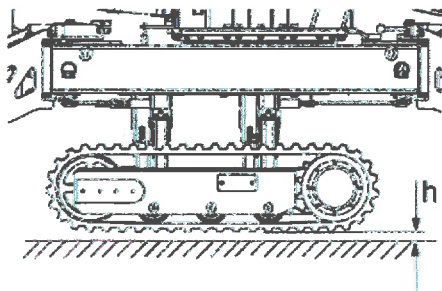

Abb. 67: Kettenfahrwerk entlasten
3. Die Maschine mittels der Stützen so weit anheben, bis das Kettenfahrwerk gerade entlastet ist (Abb. 67/h = max. 20 mm) (↪ Kapitel 6.5 „Maschine in Arbeitsstellung bringen“ auf Seite 68).